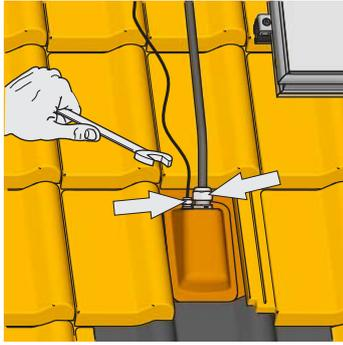

Fig. 3-35 Fase di lavoro 8
8. Stringere i raccordi a vite M delle tubazioni di collegamento (come nell'esempio della fig. 3-35).